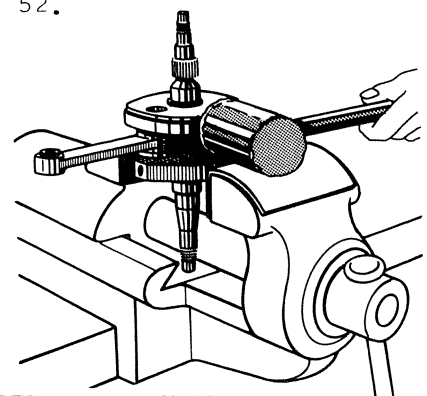

Fig. 52
- Eine der Wangen in den mit Aluminiumbacken versehenen Schraubstock festklemmen und mit einem Blei- bzw. Kupfer-Hammer von 1,5 bis 2,0 kg. Gewicht die freiliegende Wange verschieben (siehe Fig. 52).
- Corriger la position du voile libre en frappant au moyen d'un maillet en plomb ou en cuivre (poids 1,5 à 2,0 kg), voir fig. 52.